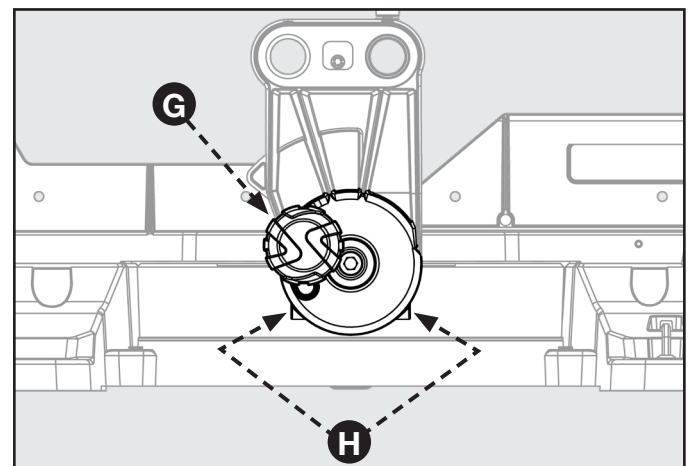

FIGURA 13
10. Si la parte superior o inferior de la parte frontal de la hoja no está al ras de la escuadra, consulte la Figura 13 que aparece a continuación y realice los siguientes pasos.
11. Afloje la perilla de bloqueo de bisel (G).
12. Ajuste el tornillo de ajuste del tope positivo (H) para lograr que la hoja de la sierra quede alineada con la escuadra. Consulte "Tornillo de tope positivo" en la sección Ajuste de este manual para obtener más instrucciones detalladas.